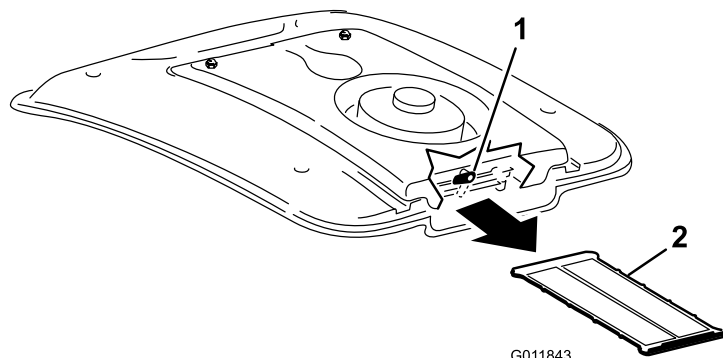

図 57
2. ファンマウントの後部についているラッチを上に戻して横向きにする（図 57）。
3. エアコンコイルからスクリーンを引き出す（図 57）。
4. スクリーンを圧縮空気ですすいで洗淨する（図 57）。